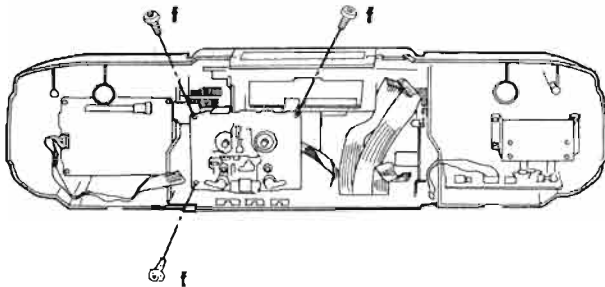

Abb. 9 Fig. 9
4. Cass.-Laufwerk ausbauen (Abb. 9, 10)
4. Removal of the Cass. Mechanism (Figs. 9, 10)